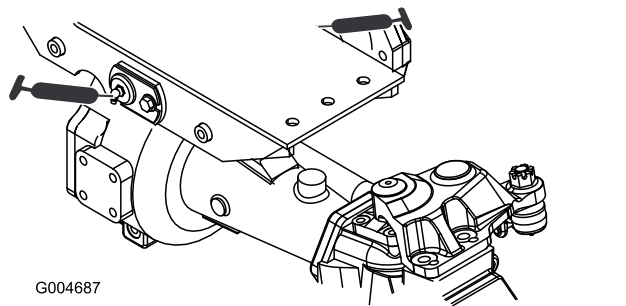

Figura 43
- Casquillos de los pivotes de los ejes delantero y trasero (2) (Figura 43).